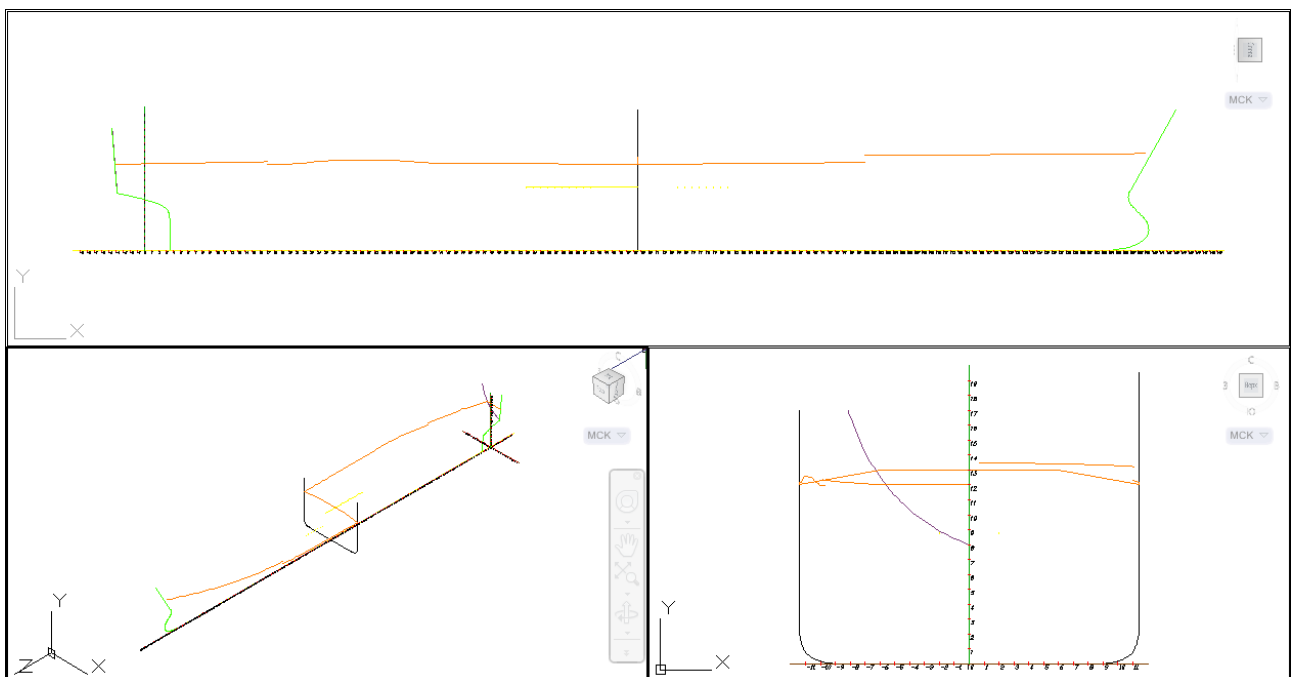

Рисунок 38. Конфигурация ТВК
- TBK для трехэкранный конфигурации (сверху — вид BOK, снизу слева — вид TZ, снизу справа — вид KOR, рисунок 38);